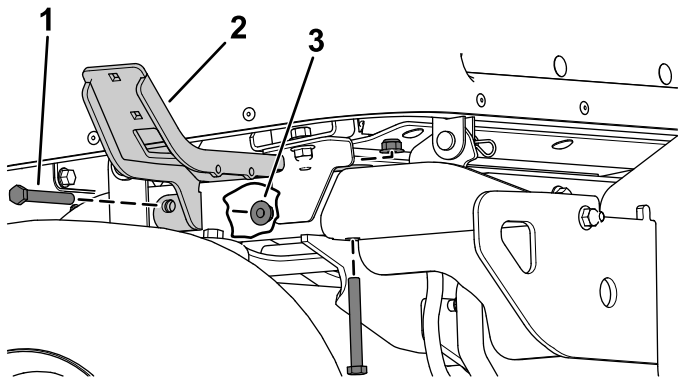

Figura 22
2. Fixai suportul din stânga și cel din dreapta pe tuburile cadrului din spate folosind 2 uruburi cu cap hexagonal ($\frac{3}{8} \times 3$ ") și 2 contrapiulițe ($\frac{3}{8}$ ") pe fiecare parte (Figura 22).